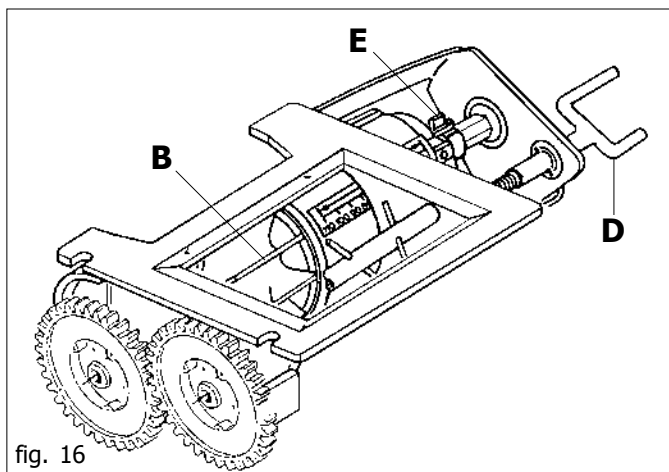

fig. 16
Le doseur (cf. fig. 16), l'organe principal pour le fonctionnement de l'élément semeur, est placé sous le réservoir de engrais. Il reçoit le mouvement de la roue de transmission par le biais d'engrenages (avec rapport proportionnel à la largeur du travail) et par des chaînes. La tige à vis (D) permet de régler l'ouverture de la vanne selon la valeur de l'échelle graduée obtenue à partir du tableu et de l'essai de distribution (cf. chapitre 3.3.2). La quantité maximum pouvant être distribuée est de 420 kg/ha. **Pour distribuer l'engrais, ne pas utiliser le même doseur que pour les graines.**
Le ressort de blocage (cf. E fig. 16) permet de modifier l'ouverture de la vanne et, en même temps, le débit du rouleau doseur. Pour l'épandage de l'engrais, opérer toujours avec la capacité maximum du rouleau doseur, travailler donc avec le ressort de blocage sur la position "E1" (Fig. 61).